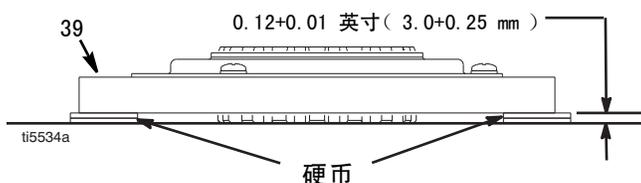

图 8
1. 图 8. 在平滑的台面上放两组硬币, 每组叠放两个硬币。
2. 把电枢 (39) 放在两组硬币上。